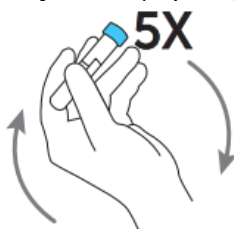

Рисунок 24: Перемешивание в пробирке
8. **Аккуратно** поверните пробирку с разбавителем пять раз, чтобы перемешать реагенты непосредственно перед применением (Рисунок 24 (стр. 31)).